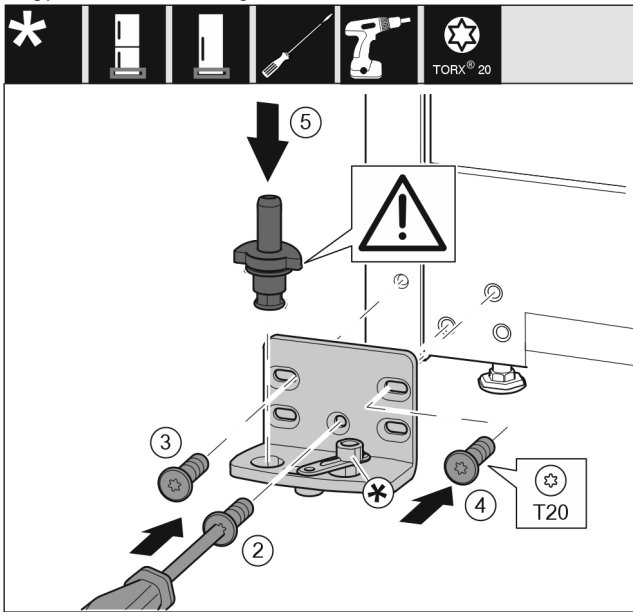

Fig. 36
- ▶ Helyezze fel a csapágybakot a másik oldalra, és húzza meg T20 csavarhúzóval. Alul középén a 2 számmal jelölt csavarral kezdjen. Fig. 36 (2)
- ▶ Húzza meg a 3 és 4 számmal jelölt csavart. Fig. 36 (3,4)
- ▶ Helyezze be teljesen a csapszeget. Közben ügyeljen arra, hogy a bekattanó bütyök hátrafelé mutasson. Fig. 36 (5)
- ▶ Helyezze fel a csapágybakot a másik oldalra, és húzza meg T20 csavarhúzóval. Alul középén a 2 számmal jelölt csavarral kezdjen. (2)
- ▶ Fordítsa el 180°-kal a záráscsillapítót. Csavarozza fel a T20 csavarhúzóval a csapágybak másik oldalára. (5)
- ▶ Helyezze be teljesen a csapszeget. Közben ügyeljen arra, hogy a bekattanó bütyök hátrafelé mutasson. (6)